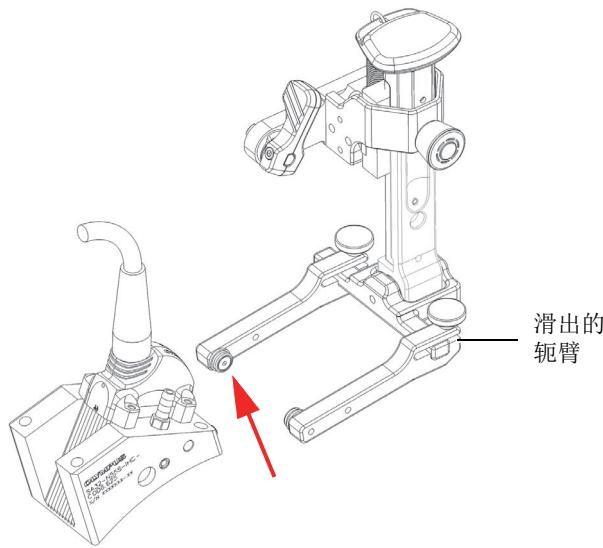

图 2-19 使楔块枢轴孔与轭臂上的按钮对齐
3. 要重新安装探头/楔块组件件，需将楔块的枢轴孔与未滑出的轭臂上的按钮对齐（参见第55页的图 2-19）。